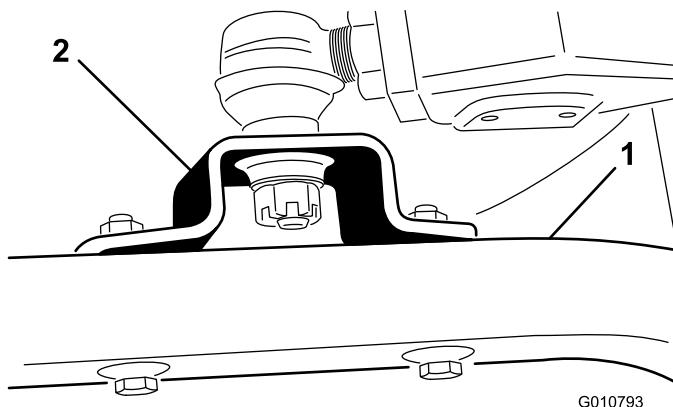

Figura 19
- Retire los tornillos de caperuza y las contratuerca que sujetan los soportes de las articulaciones esféricas a los brazos de las ruedas giratorias de la unidad de corte (Figura 19).
- Mueva la palanca de elevación a la posición Flotar. Empuje los brazos de empuje hacia abajo con cuidado, hasta que los taladros de montaje de las articulaciones esféricas queden alineados con los taladros de los brazos de las ruedas giratorias (Figura 19).